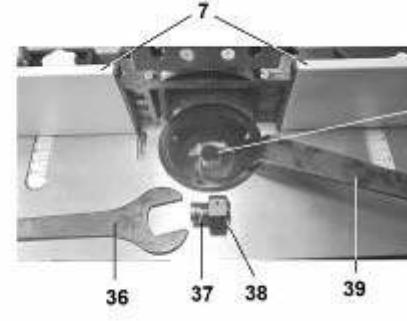

Рис.10
- демонтировать вкладышевые кольца (35);
- винтом (13) ослабить фиксацию положения установки высоты фрезы;
- маховиком (15) установить фрезу в верхнее положение;
- как показано на Рис. 10, используя ключи (36 и 39), скрутить гайку (38), извлечь цангу (37);